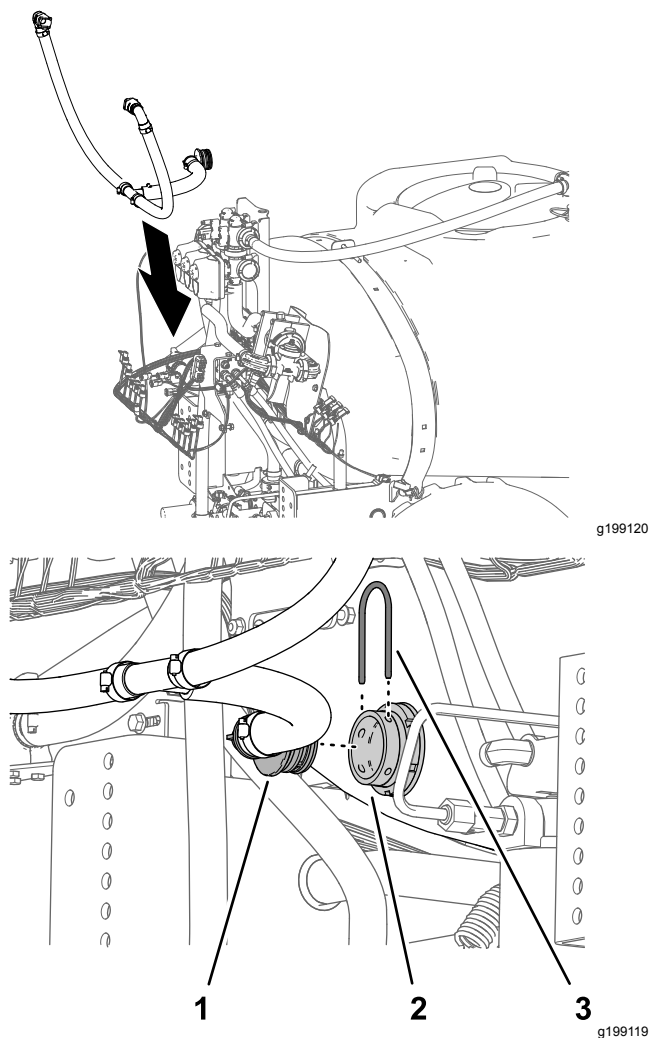

Figura 92
1. Alinhe o conjunto dos tubos de distribuição para o depósito do pulverizador (Figura 92).